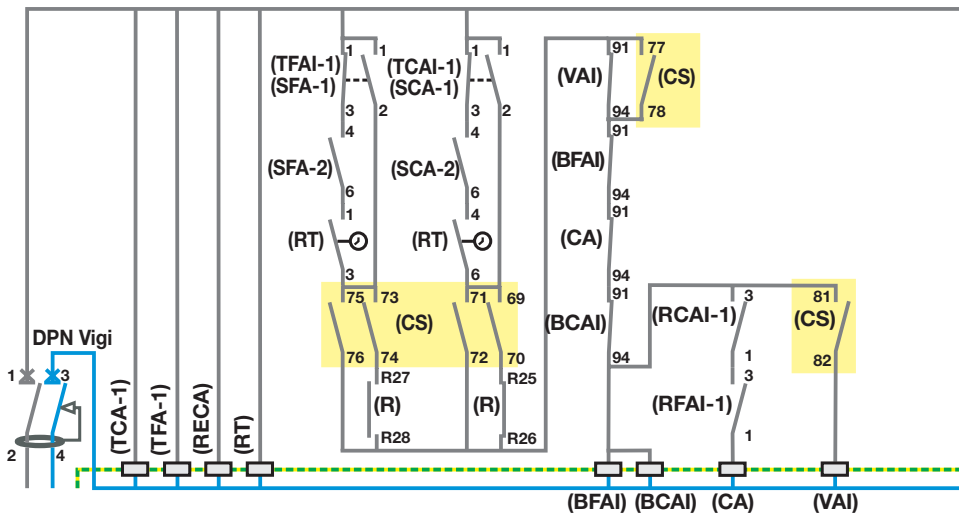

Fig. J21-029: circuito de maniobra de la generación de agua fría y caliente.
□ Agua caliente y agua fría. Cierra el contacto (69-70) y (73-74). El relé (R) los contactos (R25-R26) cerrado en reposo y (R27-R28) abierto en reposo.
El cual lo prescribimos por medio del conmutador (CS) y el relé (R) que controla las electroválvulas (ver fig. J21-029).